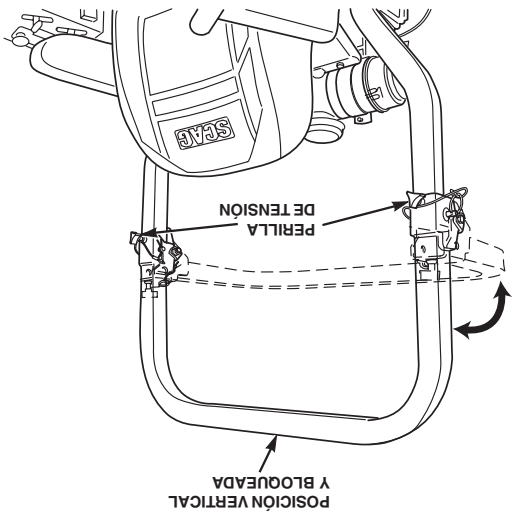

Figura 2-1 Sistema plegable de protección contra vuelco
1. Para bajar la barra contra vuelco, afloje la perilla de tensión en las barras del lado izquierdo y derecho. Vea la Figura 2-1.